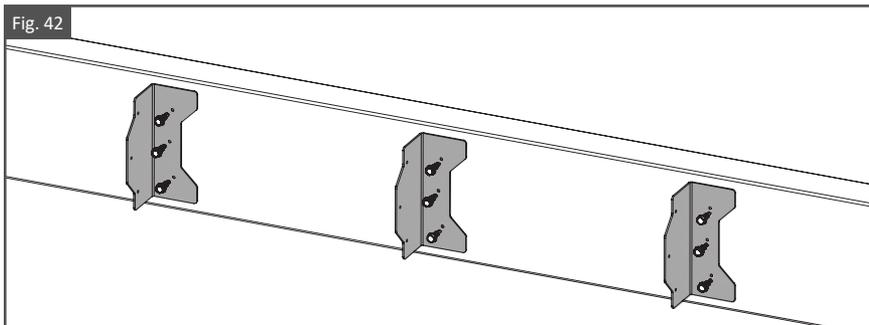

Fig. 43
6. Fixez les chevrons aux ferrures F-50 avec les vis autoperceuses Evolution, comme illustré à la fig. 43.